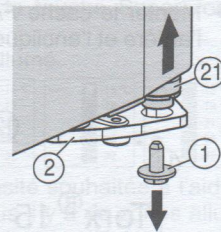
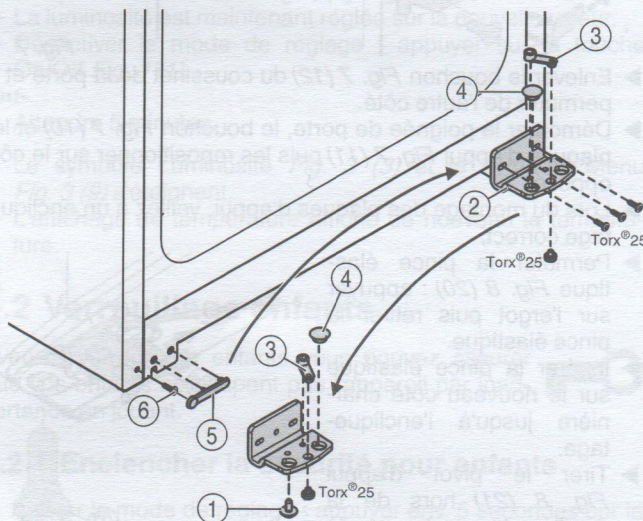

Fig. 4
Fig. 5
- Dévisser la vis de blocage du support d'appui Fig. 4 (1) en bas à droite.
- Le pivot d'appui Fig. 4 (21) se desserre du support d'appui Fig. 5 (2).
- Si le pivot d'appui Fig. 4 (21) ne se desserre pas, chasser le support par le bas.
- Dévisser le support d'appui Fig. 5 (2).
- Dévisser l'élément pivotant Fig. 5 (3) et le permuter dans le trou opposé du support d'appui, revisser à fond.
- Retirer le bouchon Fig. 5 (4) du support d'appui et le placer dans le trou du côté opposé au support d'appui.
- Retirer le cache Fig. 5 (5) côté poignée avec précaution.
- Retirer la vis Fig. 5 (6) et la revisser sur le côté opposé.
- Remettre en place le cache Fig. 5 (5).
- Revisser le support d'appui Fig. 5 (2) sur le nouveau côté charnière, en utilisant une visseuse sans fil si nécessaire, avec un couple de serrage de 4 Nm.
- Visser la vis d'arrêt Fig. 4 (1) en bas dans le pivot d'arrêt et la serrer à fond (avec 4 Nm).